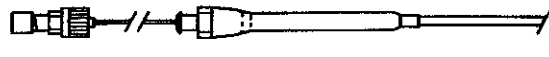

Fig. 3
- (Aplica si tiene Mecanismo Simp Loc) Introduzca parcialmente la cánula de refuerzo adecuada en el catéter para ofrecer soporte. (Fig. 3)